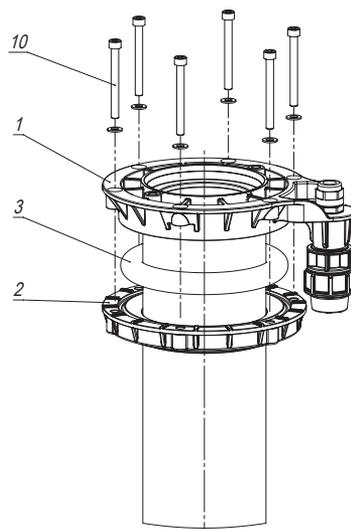

Рисунок 4
На обсадную трубу (рисунок 4) сначала надевается прижимной фланец (2), затем кольцо (3). После на торец обсадной трубы устанавливается основание (1) и фиксируется за счет сжатия кольца (3) между прижимным фланцем и основанием (1) при завинчивании винтов (10).